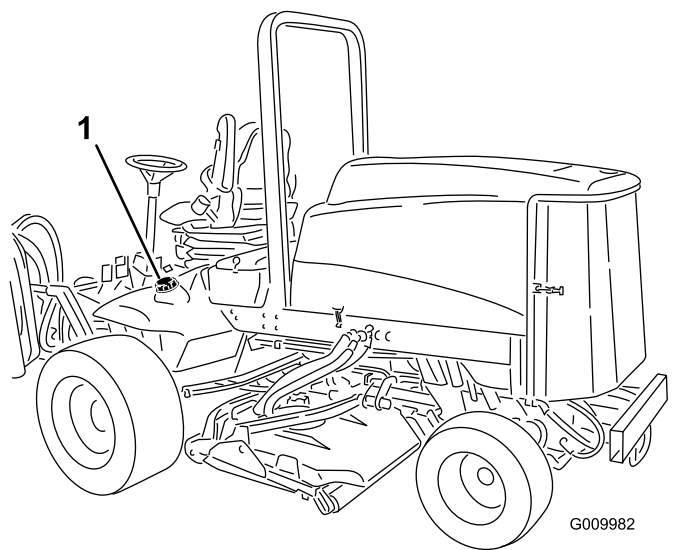

Figura 15
1. Rimuovete il tappo dal serbatoio del carburante (Figura 15).